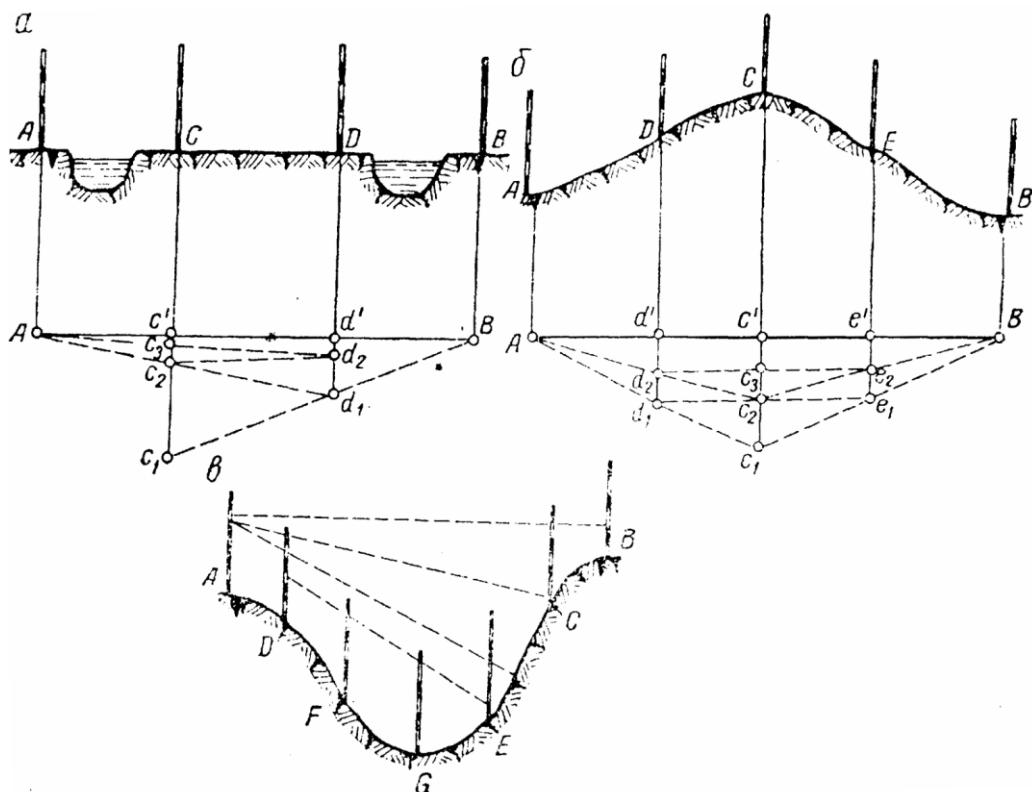

Рисунок 7.5 – Особливі випадки провішування
1. Якщо є взаємна видимість віх в точках A і B , але безпосередньо стати в цих точках неможливо (рис. 7.5, a), то спостерігач вибирає близько до створу лінії AB точку c_1 так, щоб з неї було видно віхи в точках A і B .
За вказівкою спостерігача помічник переходить в точку d_1 в створі лінії c_1B і звідтіля встановлює віху спостерігача в створі лінії d_1A в точці c_2 і т.п. (рис. 7.5, a).
помічників виставляє віху спостерігача в точку c_2 і попередні дії спостерігача повторюються знову (рис. 7.5, б).